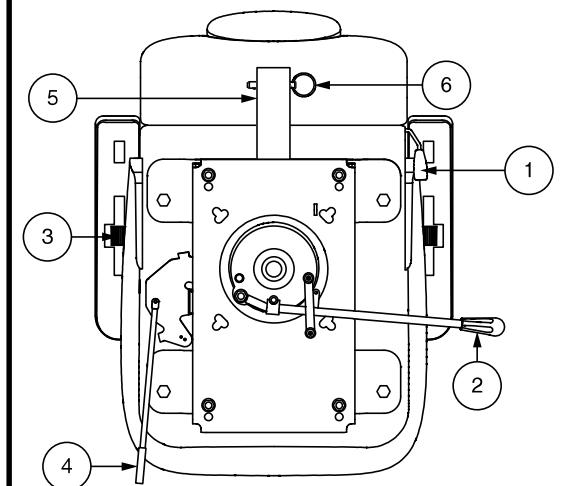

Figura 20. Regolazioni del sedile
Se lo scooter è dotato di uno schienale reclinabile, per regolare il sedile reclinabile dello scooter, osservare questi passaggi. Vedere figura 20.
1. Tirare verso l'esterno la leva di scorrimento del sedile. **Vedere figura 20.**
L'inclinazione del bracciolo dello scooter è regolabile verso il basso o verso l'alto ruotando l'apposito selettore. **Vedere figura 20.**
1. Tirare verso l'esterno la leva scorrimento sedile (ubicata sul lato inferiore sinistro del sedile). **Vedere figura 20.**
La staffa accessoria montata posteriormente consente di collegare un accessorio personale, come un cestino, un portadeambulatore, o una bombola di ossigeno alla parte posteriore dello scooter. Utilizzare il perno di fermo per fissare in modo sicuro l'oggetto alla staffa accessoria. **Vedere figura 20.** Per dettagli rivolgersi al fornitore autorizzato.